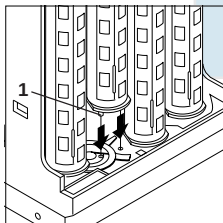

Abb. 11b: Tuben einbauen
- 1 Linke oder rechte Tube so in den Auszahlssatz einsetzen, dass die zwei Stifte **1** unten an der Tube in die Löcher am Auszahlssatz eingreifen (s. Abb. 11b).